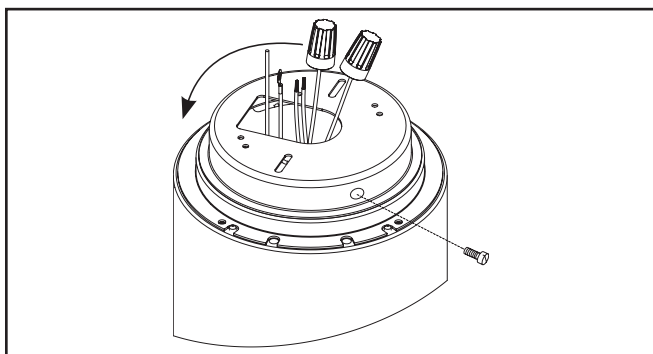

Figure 1.
2. Tournez la plaque de montage dans le sens contraire des aiguilles d'une montre pour la séparer de l'assemblage et la retirer du cylindre (Figure 1.).